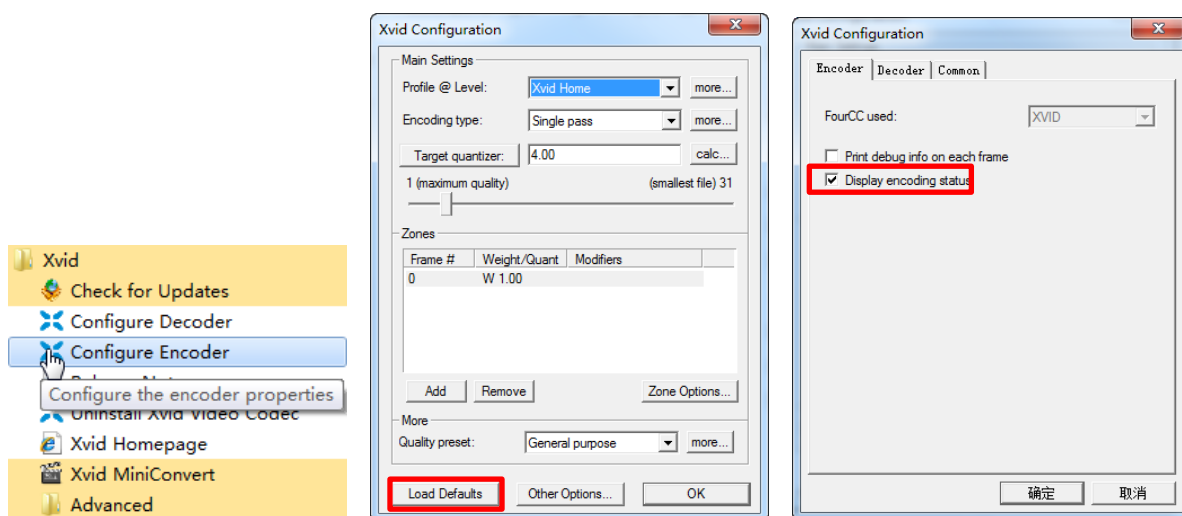

图1.1 编码器参数设置
- 1、打开安装目录下的“configure encoder”程序，如图1.1。